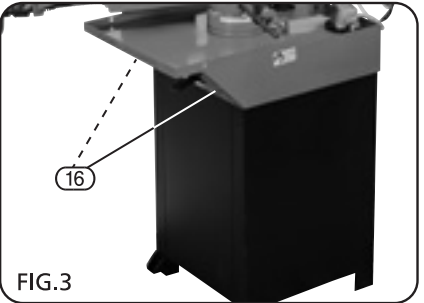

FIG.3
8.2 ATTACH BANDSAW TO BASE - FIGS. 3 - 4